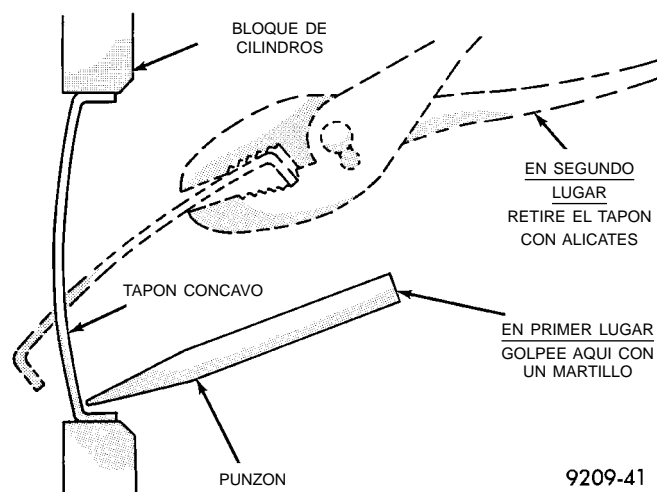

Fig. 48 Desmontaje del tapón del orificio del núcleo
(1) Con una herramienta sin punta como un punzón o un destornillador y un martillo, golpee el borde inferior del tapón cóncavo (Fig. 48).
(2) Con el tapón cóncavo rotado, tome firmemente el tapón con unos alicates u otra herramienta apropiada y retírelo (Fig. 48).